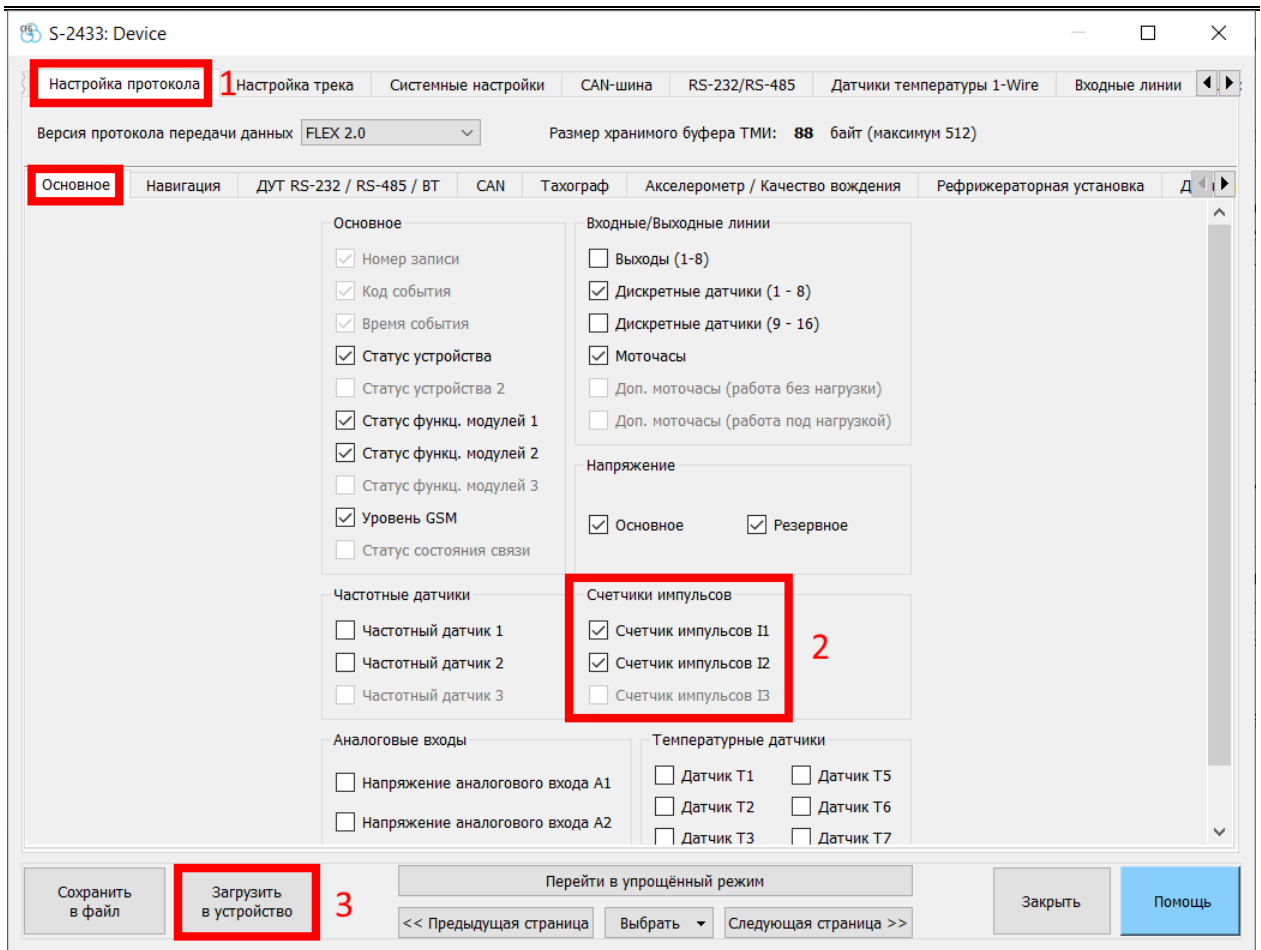

Рисунок 5
1. Перейти во вкладку «Настройка протокола» (рисунок 5).